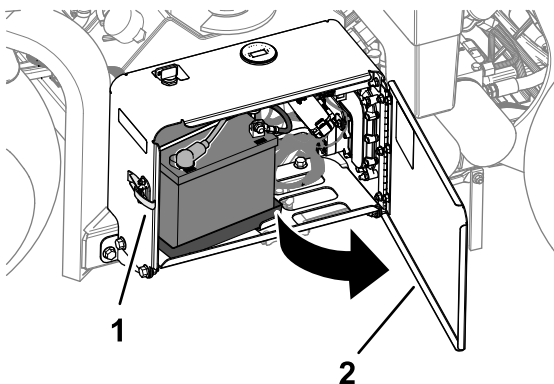

Figura 170
1. Deblocați i deschideți ua compartimentului bateriei (Figura 170).